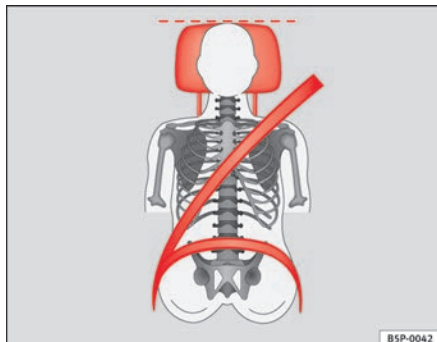

Fig. 13 Banda del cinturón y apoyacabezas ajustados correctamente, vistos de frente
- La banda del hombro debe pasar aproximadamente por el centro del mismo, pero nunca sobre el cuello. El cinturón de seguridad debe quedar plano y bien ceñido a la parte superior del cuerpo ⇒ **fig. 13**.